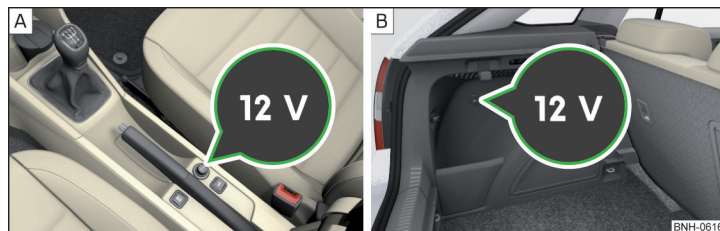

Fig. 97 Cubierta del enchufe de 12 voltios: en la consola central delantera / en el maletero
- Para el uso, retirar la tapa del enchufe » fig. 97 - A o abrir la tapa del enchufe » fig. 97 - B.